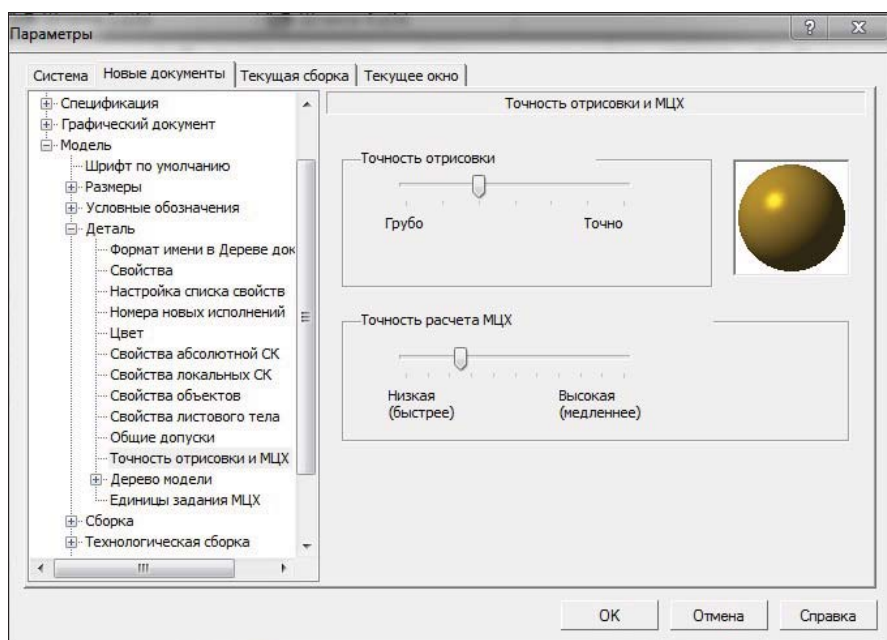

Рис. 27.13. Диалоговое окно **Параметры** с открытой панелью **Точность отрисовки и МЦХ**
- ◆ щелкните ЛК по пункту **Точность отрисовки и МЦХ** — в правой части появилась панель **Точность отрисовки и МЦХ** (рис. 27.13), где выполните следующие действия: